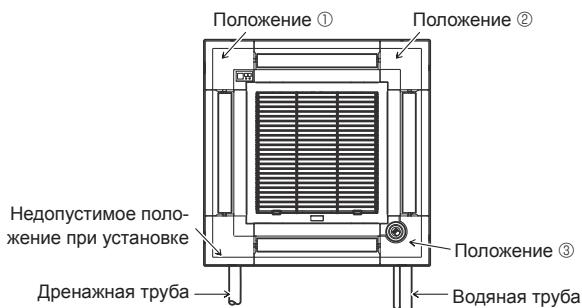

Fig. 7-11
Для главного прибора нельзя устанавливать угловую панель приемника сигналов на стороне дренажной трубы. (См. Fig. 7-11)
- Угловая панель i-see Sensor должна крепиться на вентиляционную решетку ① винтом ③.
- * Если положение i-see Sensor было изменено с положения по умолчанию (положение ③) на другое положение, измените настройки функции. (Fig. 7-11)
- Для главного прибора невозможно установить угловую панель i-see Sensor на стороне дренажной трубы. (См. Fig. 7-11)